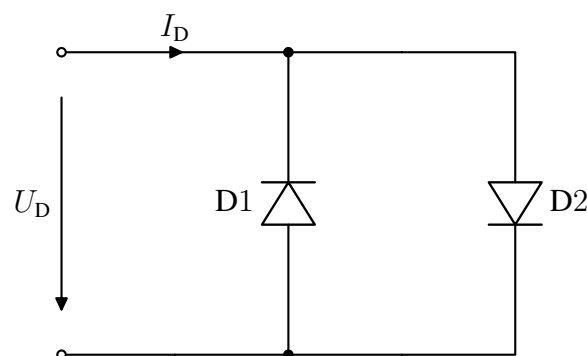

Abbildung 1: Schaltung aus zwei parallelen Dioden.
c) In Abbildung 1 ist die Parallelschaltung aus den beiden idealen Dioden D1 und D2 gegeben. Die beiden Dioden sind identisch und besitzen die Kenngrößen aus der Aufgabenstellung. Zeichnen Sie die I-U Kennlinie dieser Schaltung.